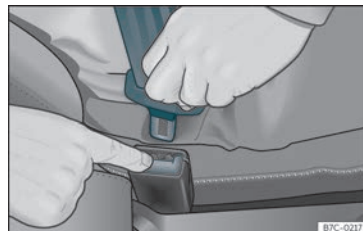

Fig. 10 Rilasciare la linguetta della chiusura della cintura.
- Premere il tasto rosso della chiusura »» **fig. 10**. La linguetta uscirà dalla chiusura.